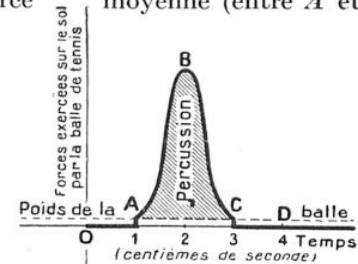

FIG. 2
Il nous est maintenant possible de caractériser la « violence » d'un choc par un nombre : ce nombre n'est autre chose que la surface hachurée de la figure 2, et nous l'appellerons la *percussion* (1). Ainsi, quand on représentera divers chocs par divers graphiques (2), le choc sera d'autant plus violent que les forces exercées seront plus grandes (surfaces plus hautes) et que les durées seront plus longues (surfaces plus larges) : nous retrouvons ce que nous avons dit au début.
Dans le cas de la figure 2, le maximum de la force (en *B*) est égal au poids de 6 kilogrammes ; la force moyenne (entre *A* et
Ceci posé, nous allons traduire ce qui se passe au moyen d'un graphique (fig. 2) : nous porterons horizontalement les temps (de centièmes de seconde en centièmes de seconde) et, verticalement, les forces exercées par la balle de tennis sur le sol (1). En *O* (et aussi en *D*), cette force est nulle ; en *A* (et aussi en *C*), cette force est uniquement due au poids de la balle ; mais, en *B*, la force est maximum. Nous obtenons ainsi la courbe (en traits gras) *O A B C D*. Remarquons, tout de suite qu'à l'instant précis du rebondissement (en *B*), la force provenant du choc est beaucoup plus grande (soixante fois plus grande environ, avec les données numériques employées) que le poids de la balle ; et cela est si vrai que l'écrasement est considérable par rapport à celui (à peine perceptible) qui se produit lorsqu'on dépose doucement la balle sur le sol. Toutes les phases du
C) est sensiblement équivalente au poids de 3 kilogrammes. Il suffit alors de multiplier cette force de 3 kilogrammes par la durée ($2/100^{\text{e}}$ de seconde), pour obtenir la percussion, qu'on exprimera en kilogrammes-secondes : on trouve ici six centièmes de kilogramme-seconde (3).
(1) On dit quelquefois « impulsion », mais ce mot est défini autrement, comme nous le verrons dans la suite.
(2) Tous tracés à la même échelle.
(3) Les nombres indiqués dans le texte ont principalement une valeur démonstrative. Voici des données plus précises : si deux sphères d'acier (de 7 centimètres de diamètre) se rencontrent avec une vitesse de 80 centimètres par seconde, elles restent en contact pendant 2 dix-millièmes de seconde et le diamètre du cercle de contact est 2 millimètres. La force maximum (point *B* de la fig. 2) atteint le poids d'une tonne.